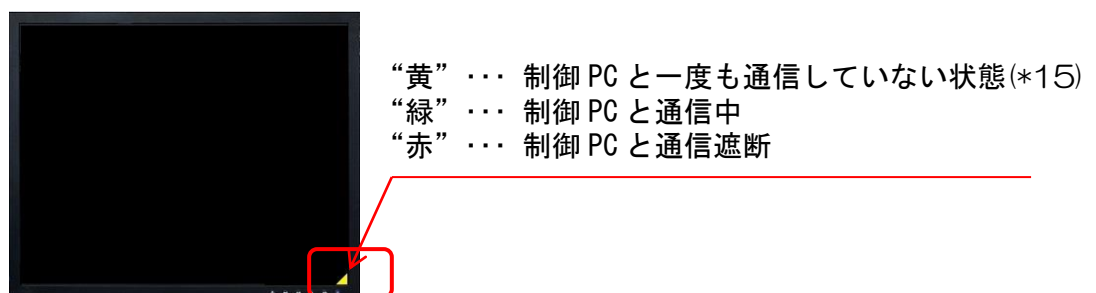

図 5-5-2
- (c) 初期表示画面が消え、右下端の動作表示が1秒間隔で点滅します。(図5-5-2)